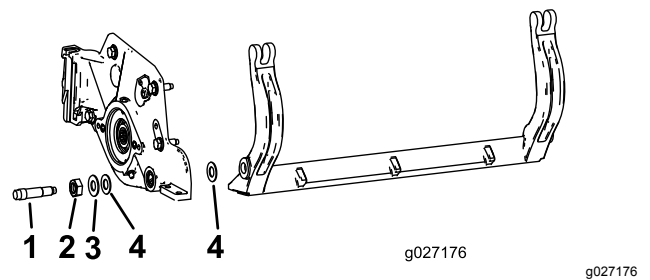

图 30
**注意** 取下底刀架 图 30 各端的 2 个尼龙和 1 个印花钢垫圈。
**注意** 将尼龙垫圈放在侧板凸起的一侧。在两个尼龙垫圈的外侧各放一个钢垫圈 图 30。